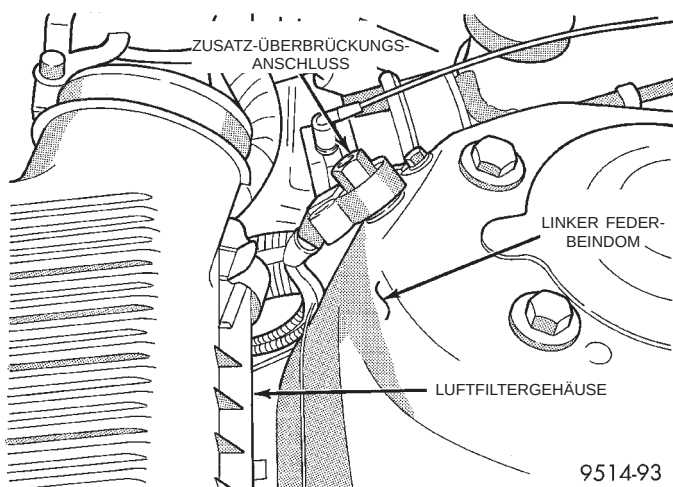

Abb. 77 Zusatz-Überbrückungsanschluß
- (1) Das Minuskabel vom Zusatz-Überbrückungsanschluß abklemmen (Abb. 77).